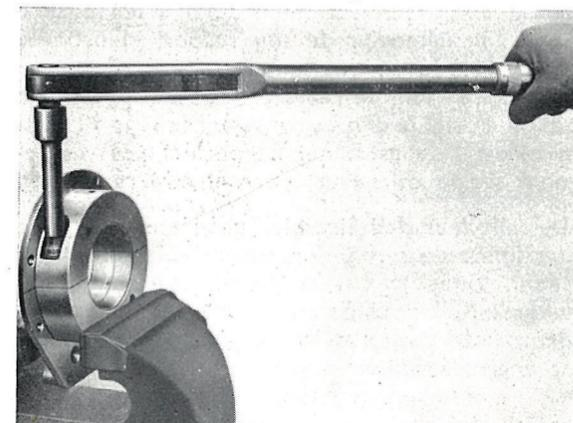

FIG. 32
6. Dévisser les vis d'assemblage des deux demi-paliers, à l'aide de l'embout spécial FT 113 adaptable sur une clé dynamométrique (voir fig. 32). Enlever les deux demi-paliers et retirer les coussinets.
### 4. Palier avant (fig. 32) :
- a) Assembler les deux demi-paliers comme il est indiqué à la figure 32 en maintenant le palier inférieur dans un étau garni de mors en plomb.